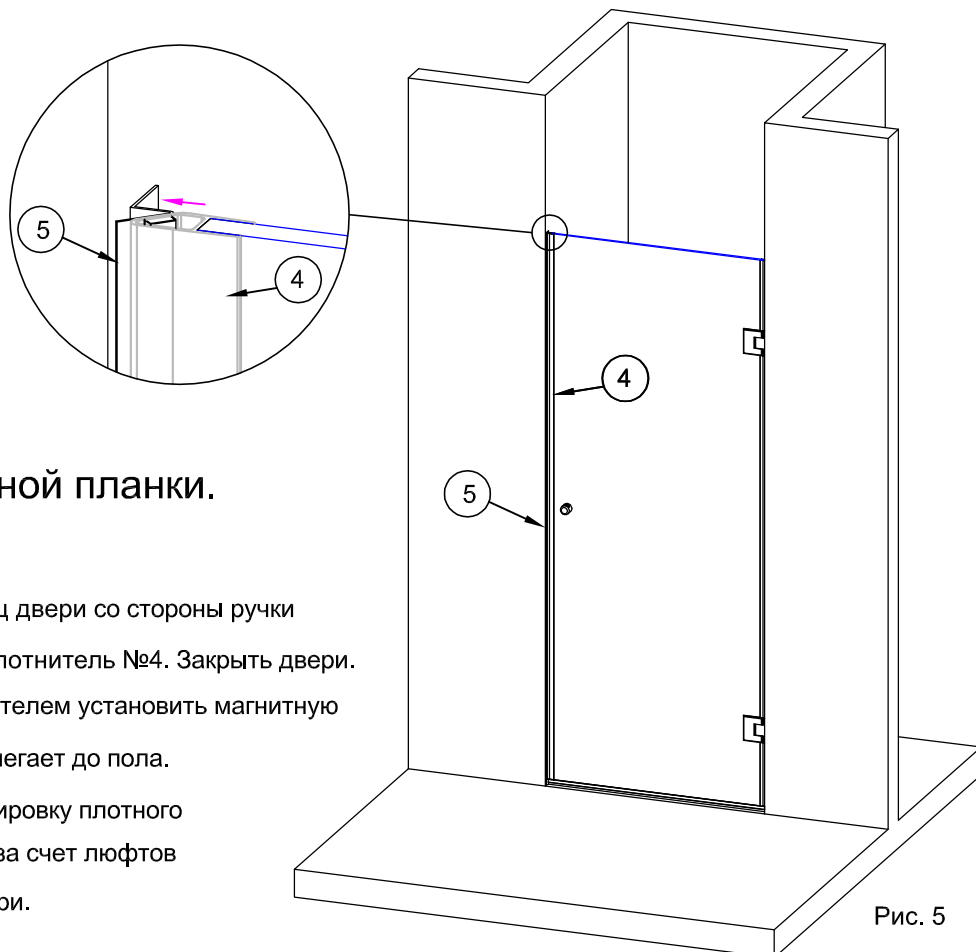

Рис. 5
2.1. При открытых дверях на торец двери со стороны ручки временно установить магнитный уплотнитель №4. Закрыть двери. Между стеной и магнитным уплотнителем установить магнитную планку №5 (рис.5). Низ планки прилегает до пола. При необходимости провести регулировку плотного прилегания уплотнителя и планки за счет люфтов в креплениях петель в вырезях двери.